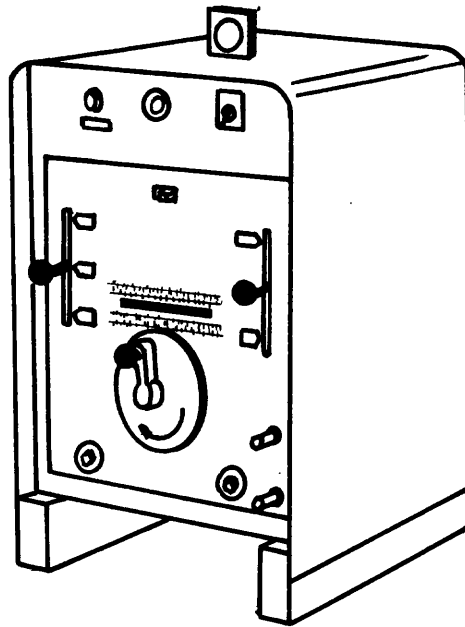

Fig. 2
- 1) Equipo eléctrico de soldar que puede ser,rectificador que opera con corriente alterna o corriente continua (fig.2).